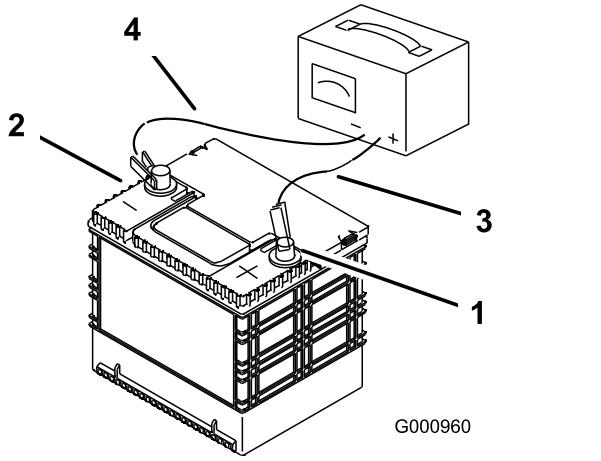

Bild 71
3. Ziehen Sie, wenn die Batterie ganz geladen ist, den Stecker des Ladegeräts aus der Dose. Klemmen Sie dann die Klemmen des Ladegeräts von den Batteriepolen ab (Bild 71).